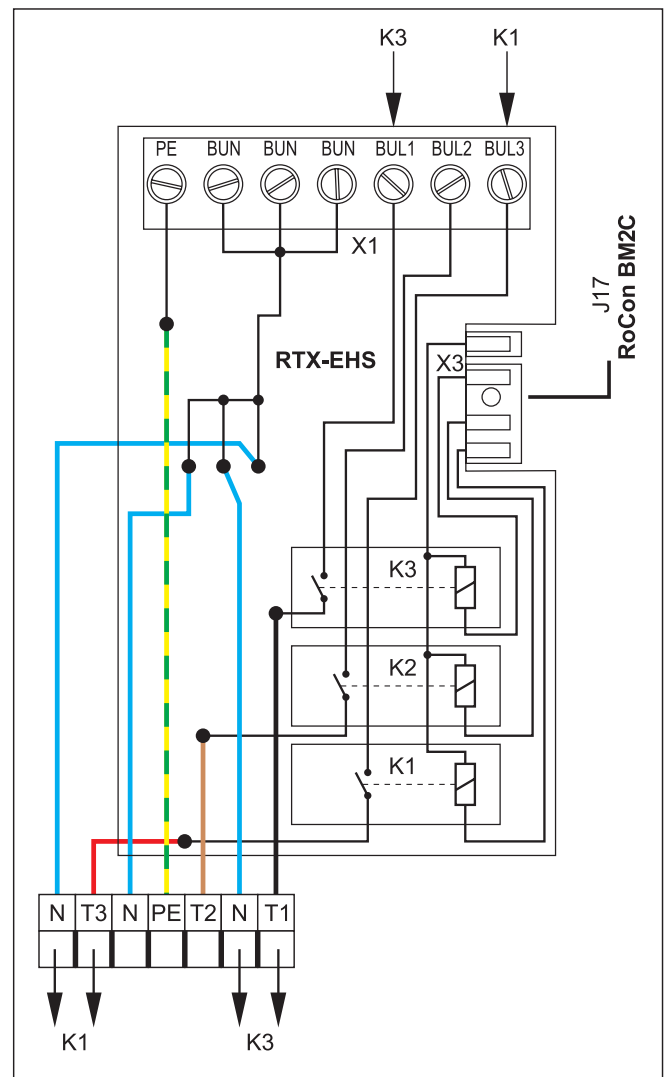

Bild 14-38 Anschluss auf Schaltplatine RTX-EHS
Die Anforderung des externen Wärmeerzeugers wird über ein Relais auf der Schaltplatine RTX-EHS geschaltet (siehe Bild 14-38). Der elektrische Anschluss an die Daikin Altherma EHS(X/H) ist wie folgt möglich;
- Geeignete Anschlüsse auf der Schaltplatine RTX-EHS des Anschlusssets herstellen (siehe Bild 14-38).